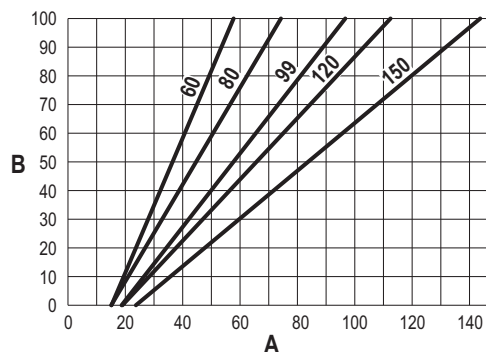

fig. 81
- Premere i **tasti contestuali 1 e 2** per aumentare o diminuire la portata termica (minima = 00 - Massima = 100). Vedi diagramma "Regolazione Portata Termica" (fig. 81).